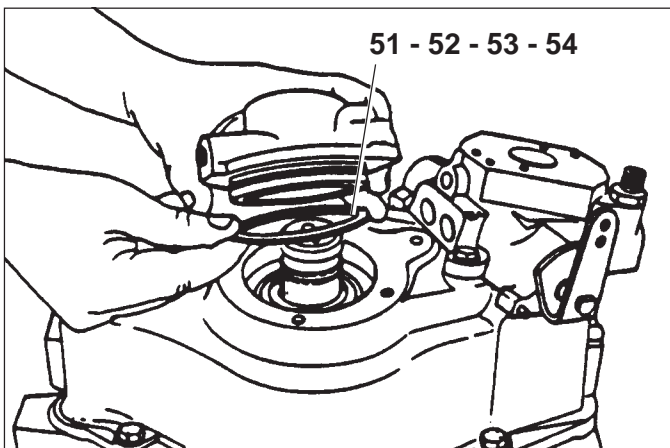

Fig. 40
- 8) Eseguire l'operazione al punto 4: il valore «C» risultante, è da ottenere componendo gli spessori (51-52-53-54) (Fig. 40).
- 8) Follow the instruction in 4: the resulting value for «C» is the shims pack (51-52-53-54) (Fig. 40).